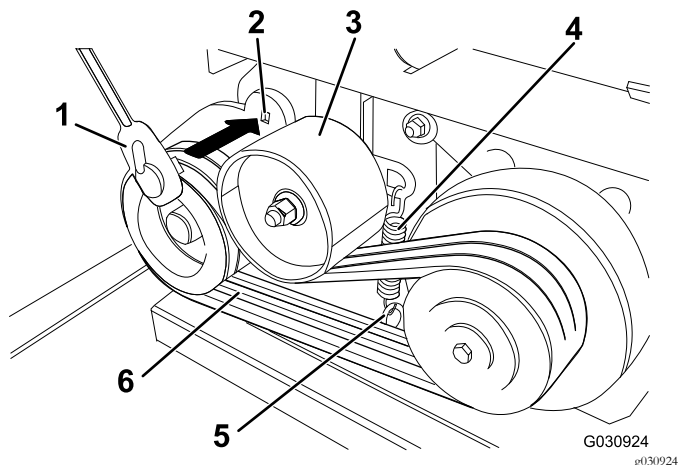

图54
2. 检查皮带的状况 图54。
- B. 将套筒扳手插入怠轮臂的方孔中并向上旋转扳手 图54。